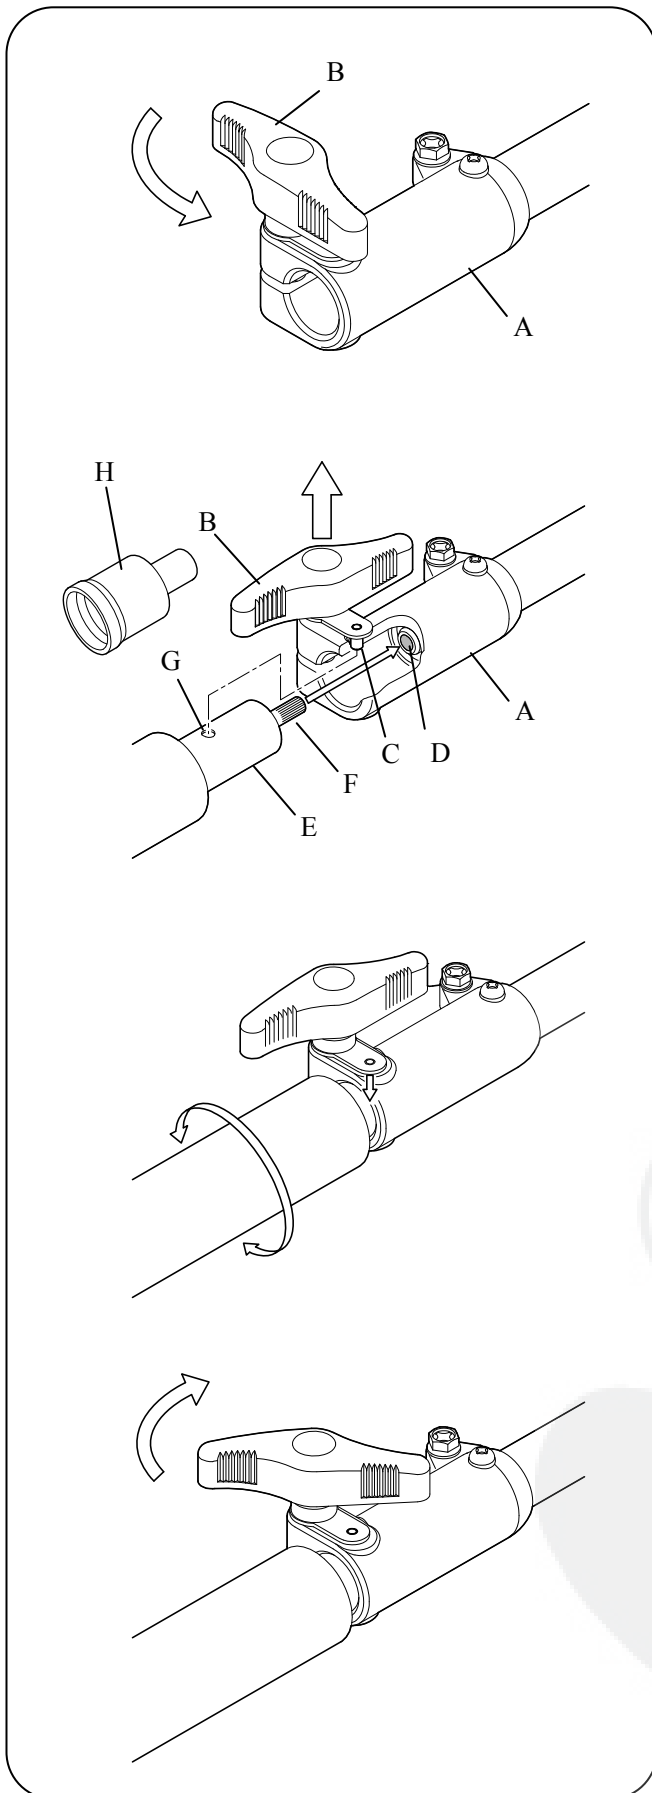

Fig.5-14
7. Serrer le bouton (B) du connecteur (A). (Fig.5-14)